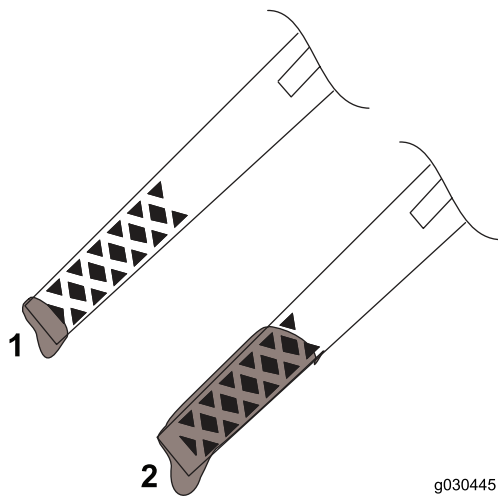

Figure 16
- Ajoutez de l'huile, si le niveau est en dessous du repère du minimum sur la jauge (Figure 16). Voir (page).